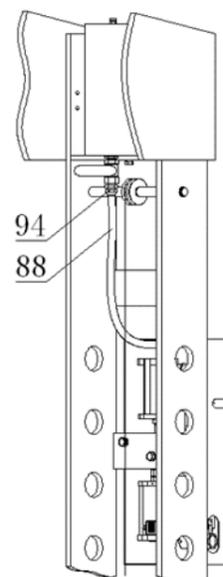

Рис. 5
4.5 Далее соедините шланг (88) с патрубком 1/2" (94) (см.рис.5). После подключения шланга откройте клапан масляного бака для подачи масла и проверьте на наличие протечек.